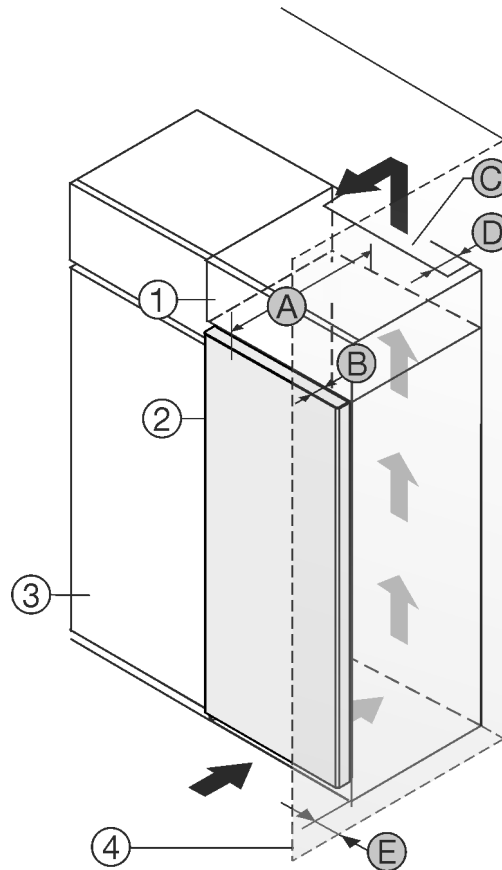

Fig. 1
Sie können das Gerät direkt neben dem Küchenschrank Fig. 1 (3) aufstellen.*
An der Rückseite des Aufbauschranks muss ein Abluftschacht mit der Tiefe Fig. 1 (D) über die gesamte Aufbauschrankschrankbreite vorhanden sein.*
Unter der Raumdecke muss der Entlüftungsquerschnitt Fig. 1 (C) eingehalten werden.*
Wenn Sie das Gerät mit den Scharnieren neben einer Wand Fig. 1 (4) aufstellen, dann muss der Abstand zwischen Gerät und Wand mindestens 13 mm betragen.*
Wenn Sie das Gerät mit den Scharnieren neben einer Wand Fig. 1 (4) aufstellen, dann muss der Abstand zwischen Gerät und Wand mindestens 20 mm betragen.*
Damit Sie die Tür vollständig öffnen können, muss das Gerät um die Türtiefe *Fig. 1 (B)* gegenüber der Küchenschrankfront vorstehen. Abhängig von der Tiefe der Küchenschränke *Fig. 1 (3)* und Verwendung von Wandabstandshaltern kann das Gerät weiter herausragen.*